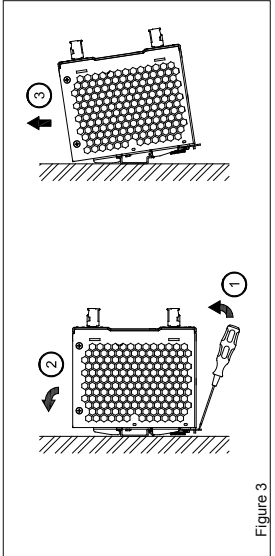

Figure 3
4. Demontage (Abb. 3)
Ziehen Sie zur Demontage den Einrasthebel mit einem Schraubendreher nach unten, wie in Abb. 3 dargestellt. Kippen Sie das Netzteil in die entgegengesetzte Richtung nach oben, klinken Sie den Einrasthebel aus und nehmen Sie das Netzteil nach oben von der DIN-Schiene ab.
- 4. Dismounting (Fig. 3)**
To uninstall, pull or slide down the latch as shown in Fig. 3. Then slide the PSU in the opposite direction, release the latch and pull out the PSU from the rail